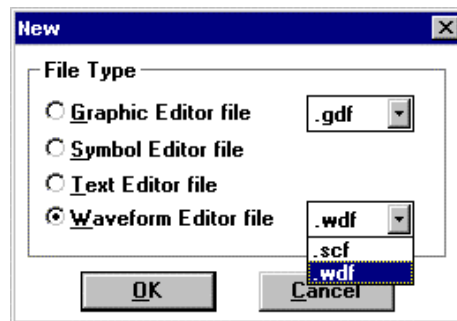
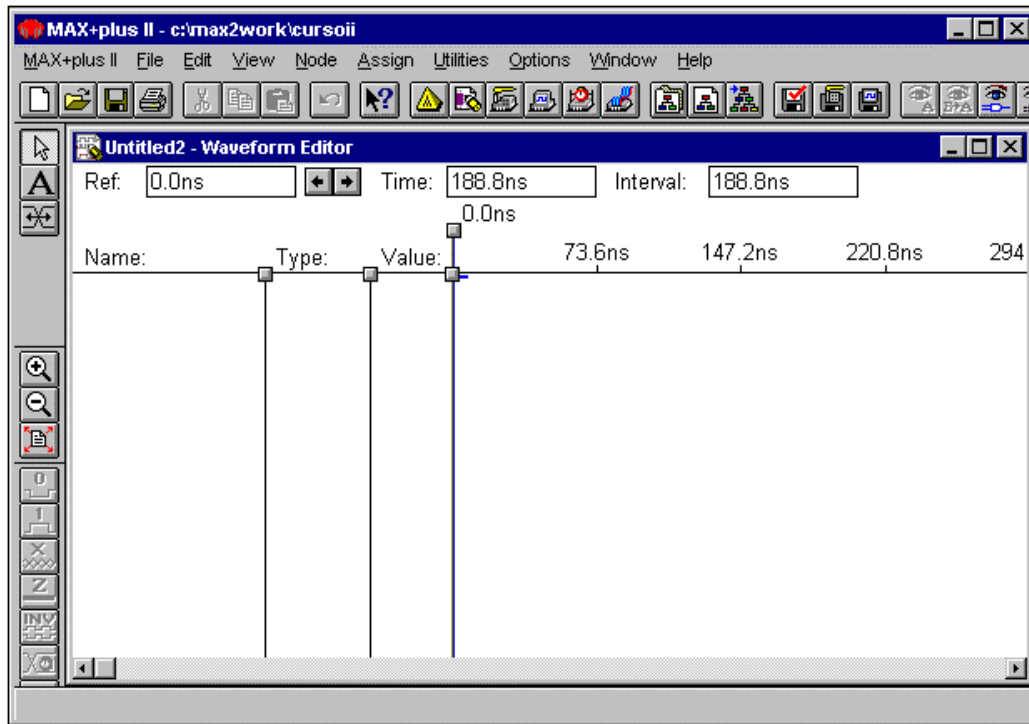

Figura 14
Figura 15
6.1.2 Escolha *New* no menu *File*, selecione *Waveform Editor file* e a extensão *.WDF* (figura 14). Clique em *OK* para abrir a janela *Waveform Editor* (veja figura 15).